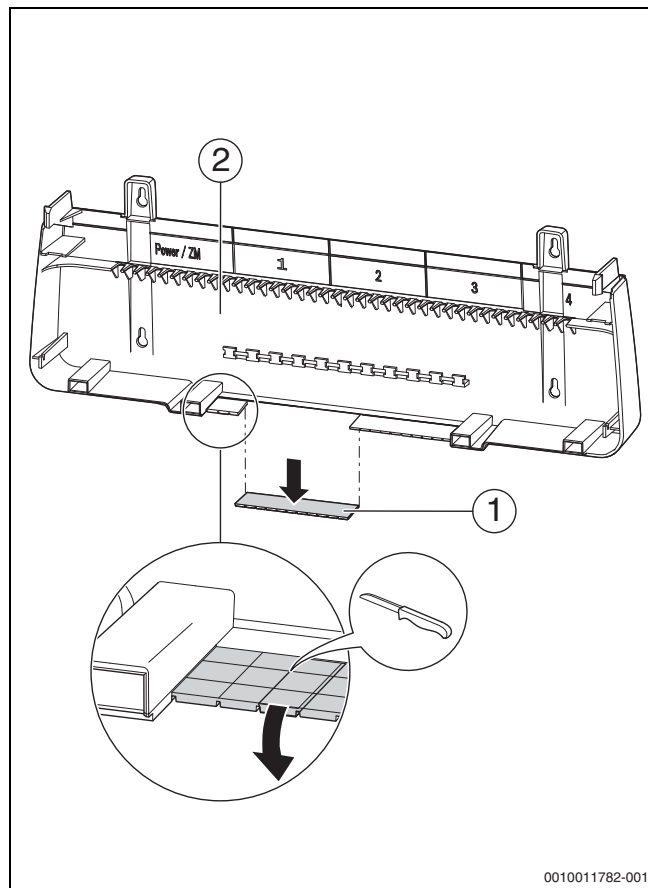

Fig. 39 Préparation du passage de câbles
- Retirer les éléments détachables (→ fig. 39, [1], page 32) sur le panneau arrière du passage de câbles.